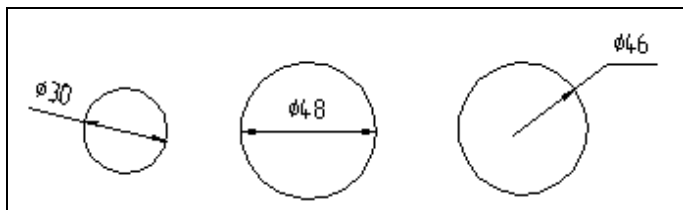

Рис. 11.9. Варианты простановок диаметральных и радиальных размеров
- ♦ на вкладке **Параметры** (элементы ее управления точно такие же, как при установке начертания линейного размера) установите местоположение текста: **На полке, вправо**. В большинстве случаев диаметральные и радиусные размеры ставятся на полках и выносятся за пределы контура детали, чтобы не перекрывать основной контур детали (рис. 11.9). Местоположение размера определяется наличием свободного места;